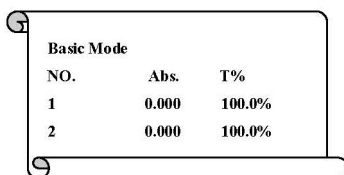

Fig 6
- Pulse **[PRINT]** en la pantalla inferior de la Fig.5 para imprimir el informe (Fig. 6).